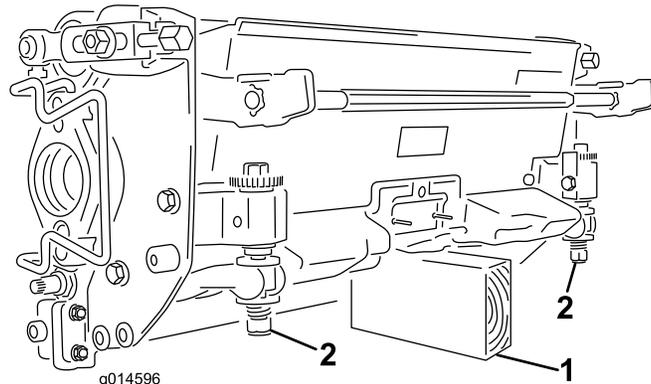

図 28
**重要** ベッドナイフやリールを見るためにカッティングユニットを立てる場合には、ベッドバー調整ねじのナットが床面に接触しないように、カッティングユニットの後ろ側をスタンドなどで支えてください 図 28。